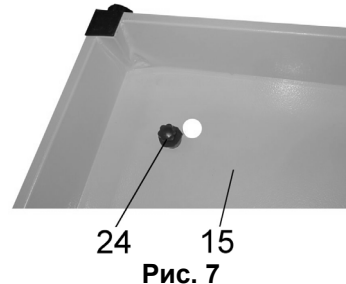

Рис. 7
9.2.1. В отверстие поддона (15) установите пробку (24), Рис.7.